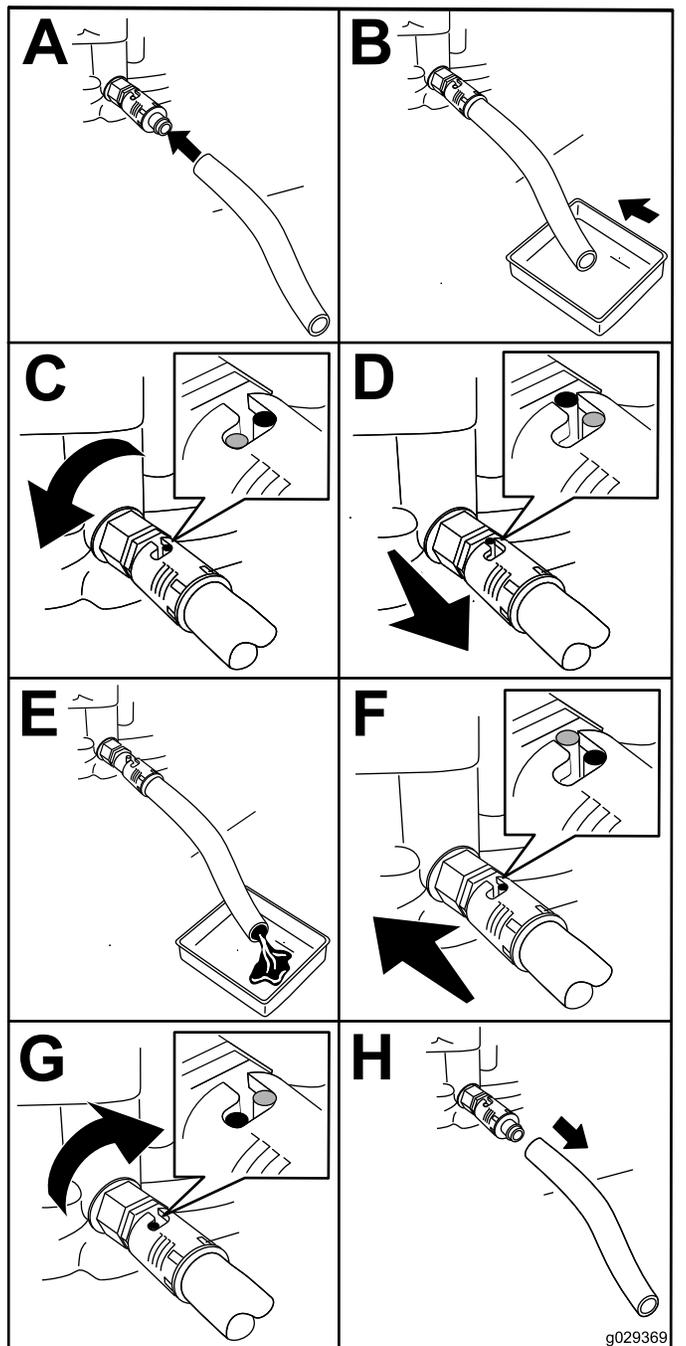

Рисунок 41
4. Слейте масло из двигателя (Рисунок 41).